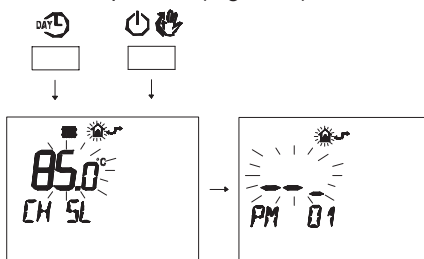

Fig. 5.68
- Premere contemporaneamente i pulsanti **DAY** e **ON/OFF** per entrare nella programmazione trasparente (Fig. 5.68).